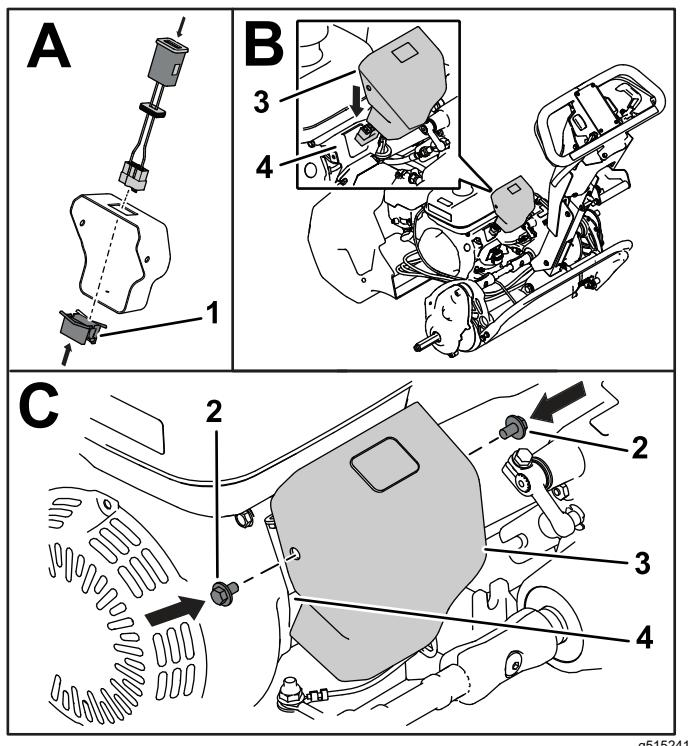

図 4
ワイヤレス ハーネスをブラケット図 4に這い回す。
6. 図 4に示すように、フランジ ボルトを2本を使って、カバーをとワイヤーハーネス接続を取り付ける。